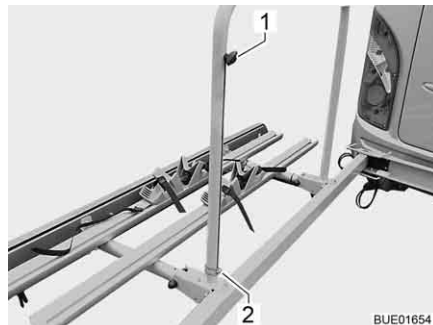

Fig. 3 Fixation du support
- Déverrouiller la goupille de retenue rabattable (Fig. 3,2) et la retirer.
- Desserrer la vis à garret (Fig. 3,1).